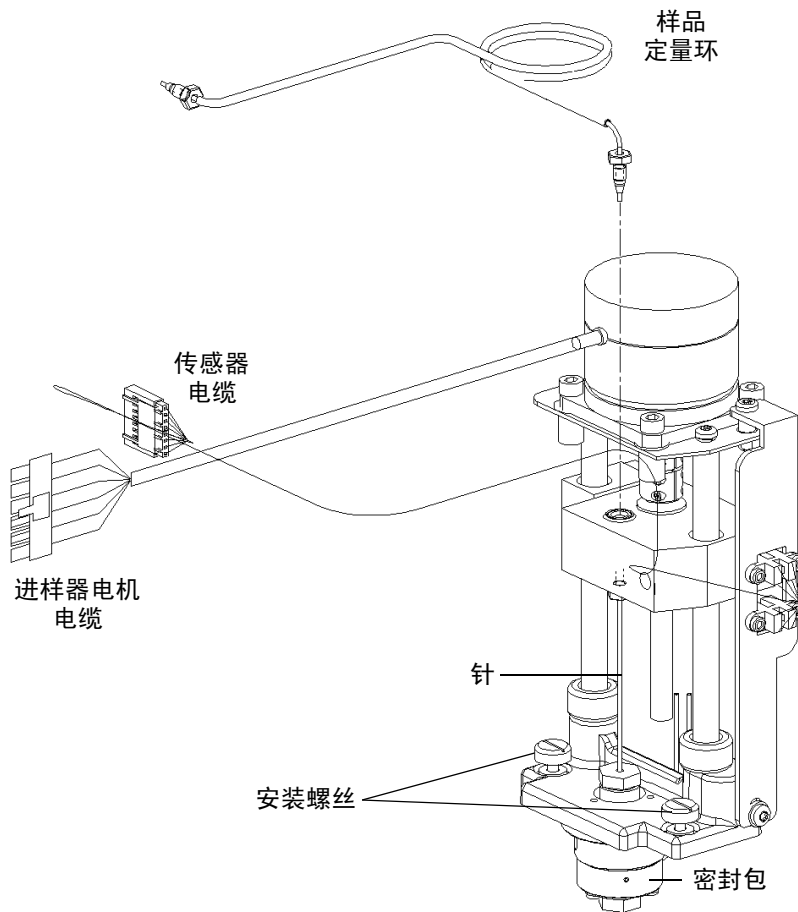

图 7-13 移除进样器
3. 断开进样器电机电缆和传感器电缆与电路板之间的连接（图 7-13）。
4. 使用长平头螺丝刀松开将进样器固定在样品室底盘上的两个安装螺丝（图 7-13）。
5. 断开样品定量环与进样器之间的连接（图 7-13）。
6. 通过拧紧两个安装螺丝将进样器连接到样品室底盘（图 7-13）。
7. 将进样器机电缆和传感器电缆连接到电路板（图 7-13）。